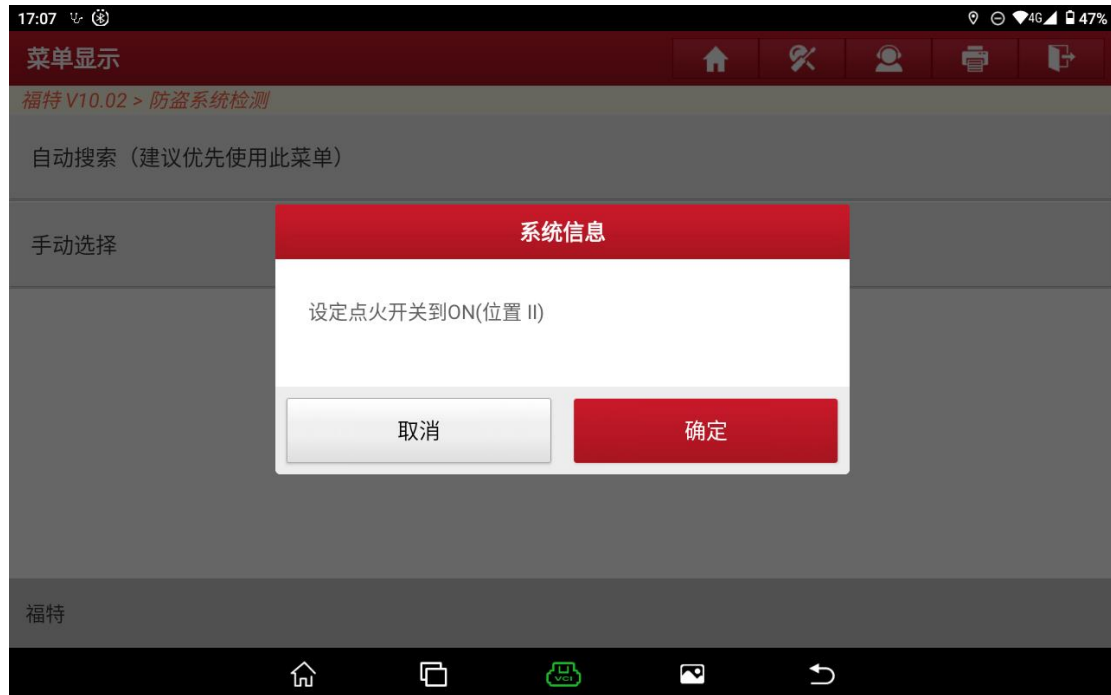

图 4
2. 打开点火开关，正常识别进入步骤 3，如果更换全新的 PCM 模块无法识别进入步骤 4（图 4）。